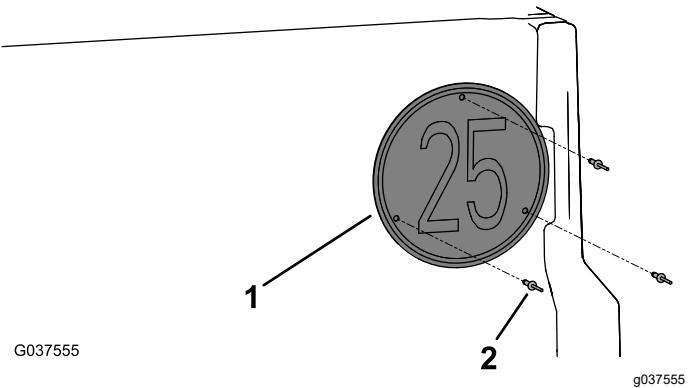

Рисунок 14
4. Установите табличку «Ограничение скорости» на задний откидной борт с помощью 3 закладных заклепок (3/16 x 15/16 дюйма), как показано на Рисунок 14.